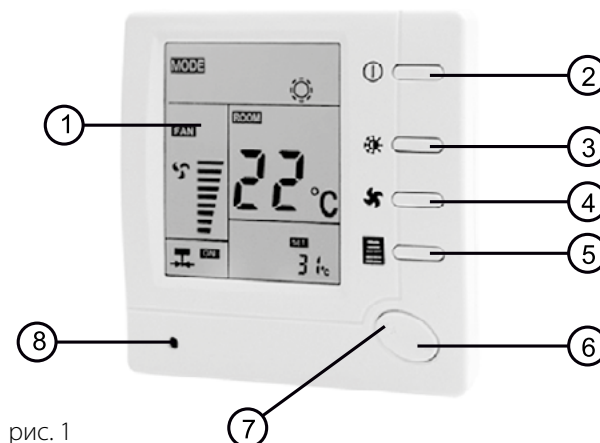
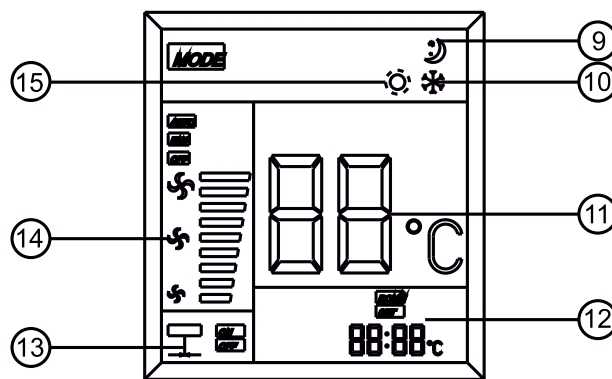

рис. 1
рис. 2
**Дисплей** (рис.2):
Включите терморегулятор, нажав кнопку питания (2). Нажмите кнопку выбора скорости вентилятора. На дисплее отобразится один из знаков (14 на рис.2) или AUTO. Это означает, что вентилятор будет вращаться на скорости HI (высокая), MED (средняя), LOW (низкая) или AUTO (автоматический режим). Если выбрать режим AUTO, скорость вращения вентилятора будет меняться в зависимости от разницы между фактической температурой в помещении и установленной температурой. Если температура в помещении более чем на 3 градуса выше заданной температуры при охлаждении или более чем на 3 градуса ниже заданной температуры при нагреве, вентилятор будет работать на наибольшей скорости. Если температура в помещении на 2-3 градуса выше, чем установленная температура при охлаждении или на 2-3 градуса ниже, чем установленная температура при нагреве, вентилятор будет работать на средней скорости. Если температура в помещении на 0-1 градус выше установленной температуры при охлаждении или на 0-2 градуса ниже установленной температуры при нагреве, вентилятор будет работать на малой скорости.
Установите кнопкой выбора режимов работу в режиме нагрева (знак 15 на рис.2). Нажмите "+" для увеличения значения температуры регулирования. Если температура в помещении ниже установленной, система нагрева начнет работу. Нажмите "-" для уменьшения значения температуры регулирования. Если температура в помещении выше установленной, система нагрева остановит работу.
Установите кнопкой выбора режимов работу в режиме охлаждения (знак 10 на рис.2). Нажмите "-" для уменьшения значения температуры регулирования. Если температура в помещении выше установленной, система охлаждения начнет работу.
Нажмите кнопку перехода в «ночной» режим (5 на рис.1). Появляется символ «ночного» режима (9 на рис.2). Данный режим будет активен в течение 8 часов, при этом терморегулятор будет контролировать нагрев или охлаждение согласно графику приведенному ниже. Снова нажмите кнопку перехода в «ночной» режим, соответствующий символ исчезнет, что означает отмену работы в «ночном» режиме.
Настройка режимов управления позволяет вам для автоматического режима установить определенные рабочие характеристики терморегулятора в соответствии с вашими требованиями. Выключите терморегулятор нажав на кнопку питания затем нажмите и удерживайте кнопку «ночного» режима (5, рис.1) не менее 4 секунд до того, пока не засветится дисплей. Это означает, что вы вошли в первый пункт настройки режима управления меню. Всего имеется 4 таких пункта что соответственно отображается на дисплее. Выбор соответствующего пункта меню определяется нажатием кнопки (5). В каждом пункте для изменения настроек воспользуйтесь кнопкой "+" или "-". Для выхода из меню и возврата в обычный режим работы, выключите терморегулятор, нажав на кнопку питания и снова его включите.